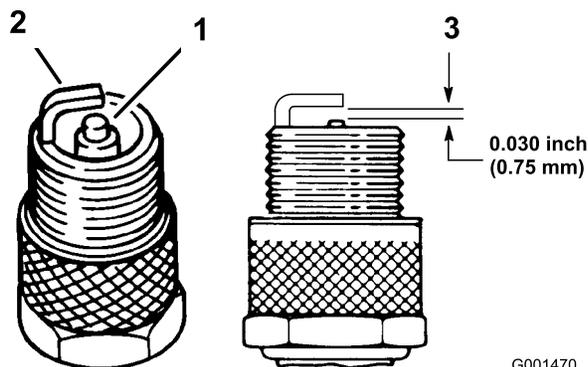

Figura 30
3. Verifique o estado dos eléctrodos lateral e central, bem como do isolante do eléctrodo central, certificando-se de que não se encontram danificados (Figura 30).
4. Ajuste a folga existente entre a zona central e lateral do eléctrodo para 0,76 mm (Figura 30). Monte a vela com a folga correcta e aperte-a com uma força de 20 Nm.